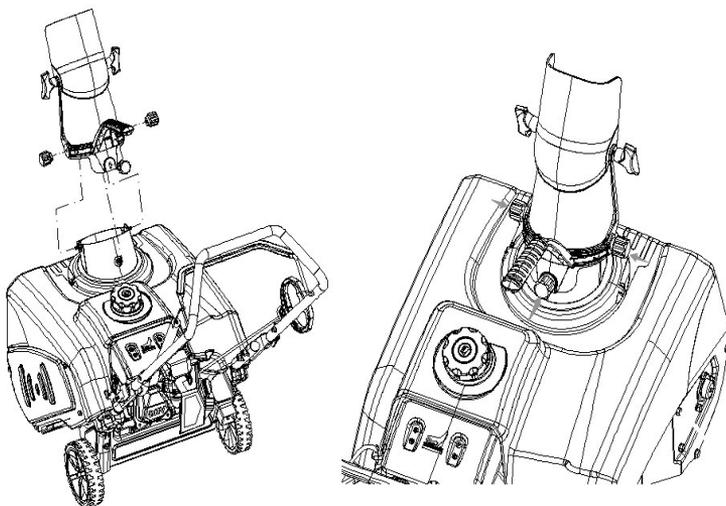

Рис. 4
- Установите желоб снегоборщника и закрепите его гайками. (Рис. 4)